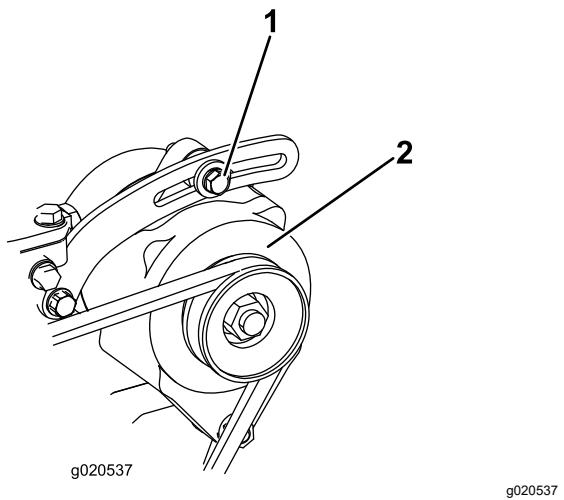

Figure 91
- Si vous n'obtenez pas une flèche de 10 mm, desserrez les boulons de fixation de l'alternateur (Figure 91).